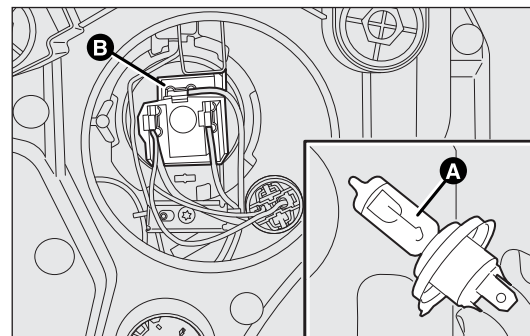

fig. 168
- scollegare il connettore elettrico B-fig. 168 centrale e sganciare la molletta fermalamпада;